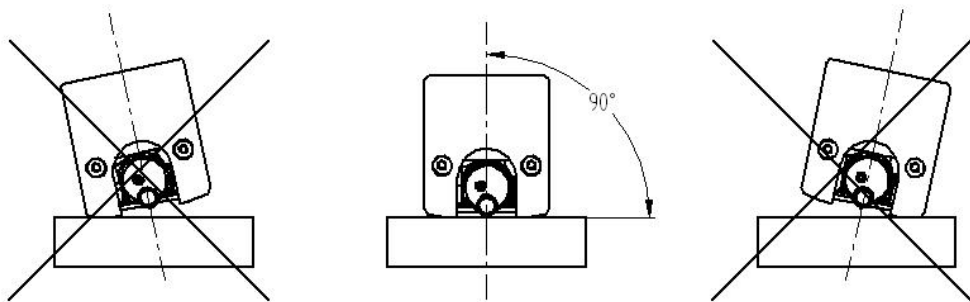
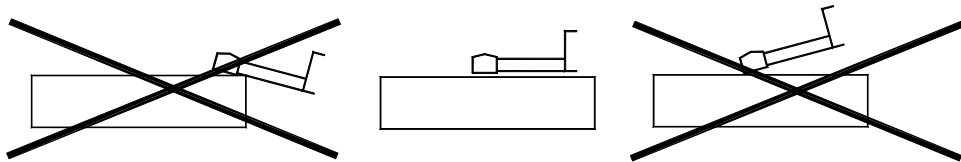

图 2-1 前视图
图 2-2 侧视
- c. 参照图 2-1、图 2-2，将驱动器正确、平稳、可靠地放置在工件被测表面上；